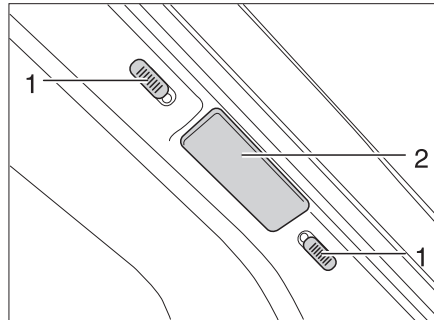
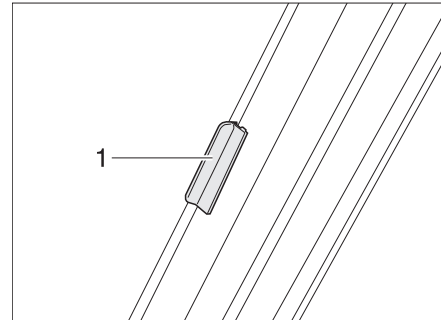

Bild 25 Verriegelung faltverdunklung Frontscheibe
Bild 26 Verriegelung faltverdunklung Frontscheibe
- Die beiden Hälften der faltverdunklung für die Frontscheibe am Griff (Bild 25,2 und Bild 26,1) bis zum Anschlag nach außen schieben.
- Die Verriegelungsknöpfe (Bild 25,1) nach unten bzw. nach oben schieben. Wenn der rote Punkt sichtbar ist, ist die Verriegelung offen.